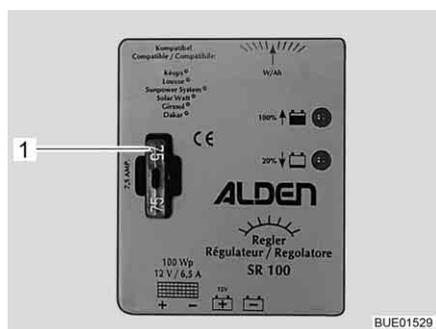

Fig. 170 Fusível do regulador de carga do painel solar 100 W
- Troque o fusível plano 5 A/castanho claro (Fig. 170,1).